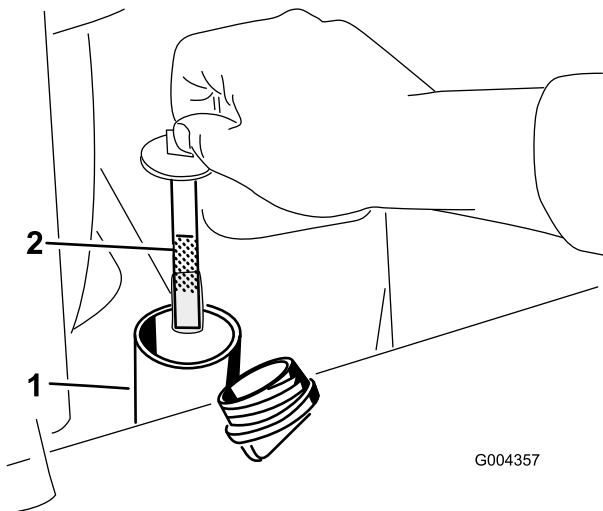

**Figura 58**
5. Limpie la zona alrededor del cuello de llenado del depósito de aceite hidráulico (Figura 58).